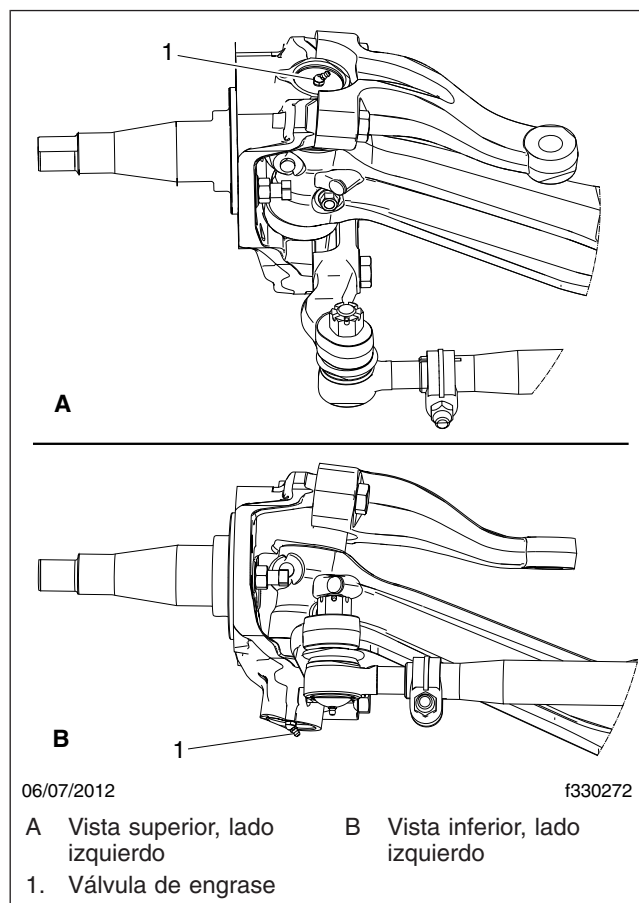
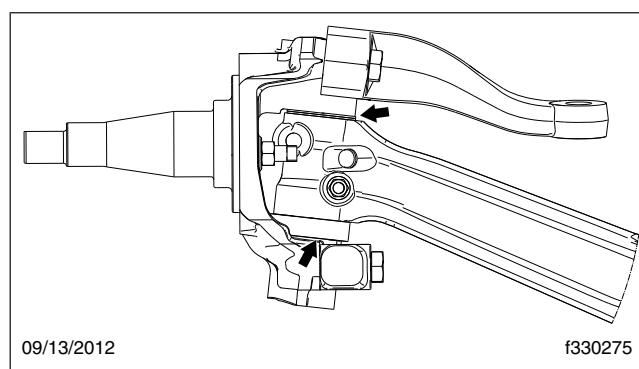

Figura 1, Válvulas de engrase, ejes Detroit
Figura 2, Puntos de salida de grasa del pivote de dirección, ejes Detroit
3. Aplique grasa multiuso para chasis de grado 1 NLGI (6% 12-hidroxiestearato de litio) o de grado 2 NLGI (8% 12-hidroxiestearato de litio) hasta que se vea grasa nueva en las uniones de la viga del eje y de los muñones. Para averiguar la ubicación de las válvulas de engrase, vea la Figura 1 y para los puntos de salida de la grasa vea la Figura 2.